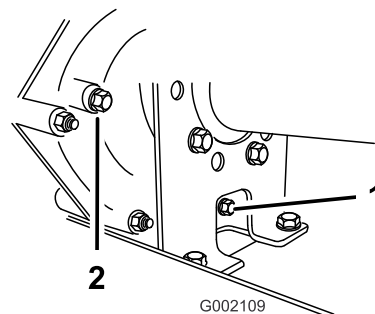
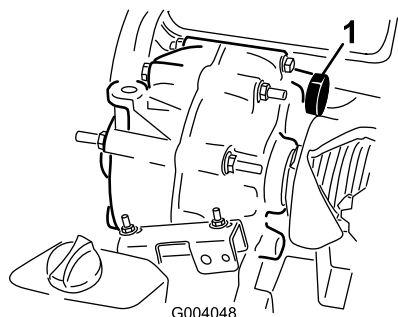

Figure 60
Figure 61
2. Essuyez la surface autour des bouchons de remplissage et de vidange avec un chiffon (Figure 60).
- Dévissez et enlevez le bouchon de remplissage (Figure 60).
- Dévissez et enlevez le bouchon de vidange (Figure 60).
- Remettez et serrez le bouchon de vidange et le joint dans le trou de la transmission (Figure 60).
- Versez par le trou du bouchon de remplissage du réservoir (Figure 61) environ 1,4 litre du liquide spécifié ou la quantité de liquide nécessaire pour que le niveau de liquide atteigne le bas du filetage. (Figure 60).
- Remettez et serrez le bouchon de remplissage et le joint dans le trou de la transmission (Figure 60).
- Contrôlez le niveau de liquide et faites l'appoint si le niveau est en dessous du filetage du trou du bouchon de remplissage (Figure 60).